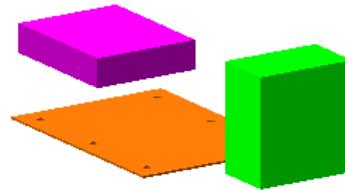

图 17.2.21 创建光驱模型
(1) 选择命令，选择下拉菜单 **插入(I)** → **零部件①** → **现有零件/装配体(E)...** 命令（或在“装配体”工具栏中单击  按钮），系统弹出“插入零部件”对话框。
(2) 单击“插入零部件”对话框中的 **浏览(B)...** 按钮，在弹出的“打开”对话中选取 **cd_driver**，单击 **打开(O)** 按钮。
(3) 将零件放置到图 17.2.21 所示的位置。